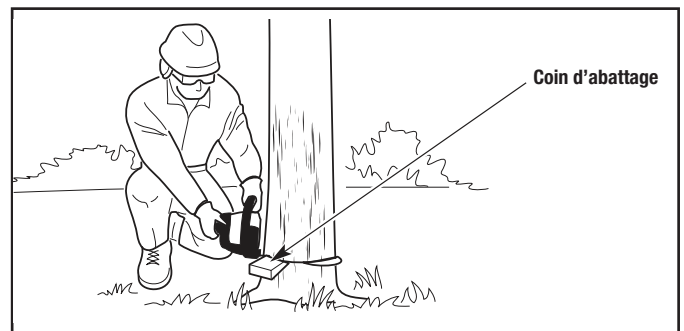

Figure 13
3. Pendant l'abattage, levez périodiquement le regard pour vérifier que l'arbre va tomber dans la bonne direction. S'il y a un risque que l'arbre ne tombe pas dans la direction souhaitée ou que l'arbre bascule en arrière et bloque la scie à chaîne, retirez le guide-chaîne de la coupe, arrêtez la scie à chaîne et utilisez des cales d'abattage pour ouvrir la coupe et diriger la chute (Fig. 13). N'utilisez que des cales d'abattage en plastique souple ou en bois. Enfoncez lentement les cales d'abattage dans la coupe. Une fois que les cales d'abattage sont en place et que la coupe est maintenue ouverte, vous pouvez soit réinsérer délicatement le guide-chaîne et continuer la coupe, soit enfoncer lentement les cales d'abattage pour pousser l'arbre.